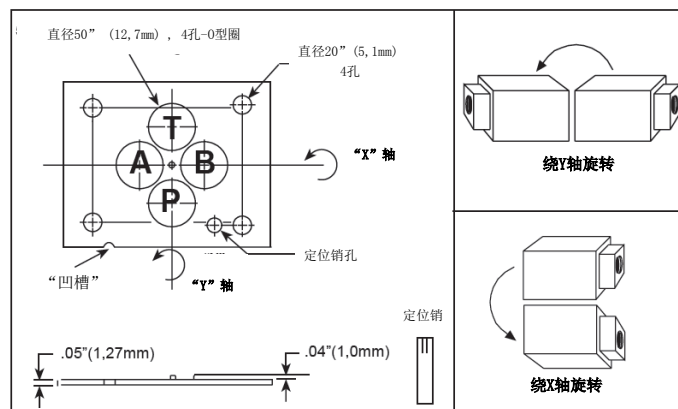

图1 阀体旋转参考
IS003 (CETOP3) 叠加阀体功能丰富，最大程度的提高了回路灵活性。Sun IS003 (CETOP3) 叠加体没有长度限制，也不需要O型圈密封沉孔，而用特制密封片代替，并靠“凸尖-凹槽”进行定位。Sun 阀体集成了尺寸较大的对称安装孔，允许阀体绕“X”和“Y”轴旋转，如图1所示。
- 1 将密封片放到底板安装面上，凸尖朝外（远离底板侧），并将密封片上的定位销孔与底板上的销孔对齐。这时，密封片上的“凹槽”应与阀上的“P”口相邻（见图1）。